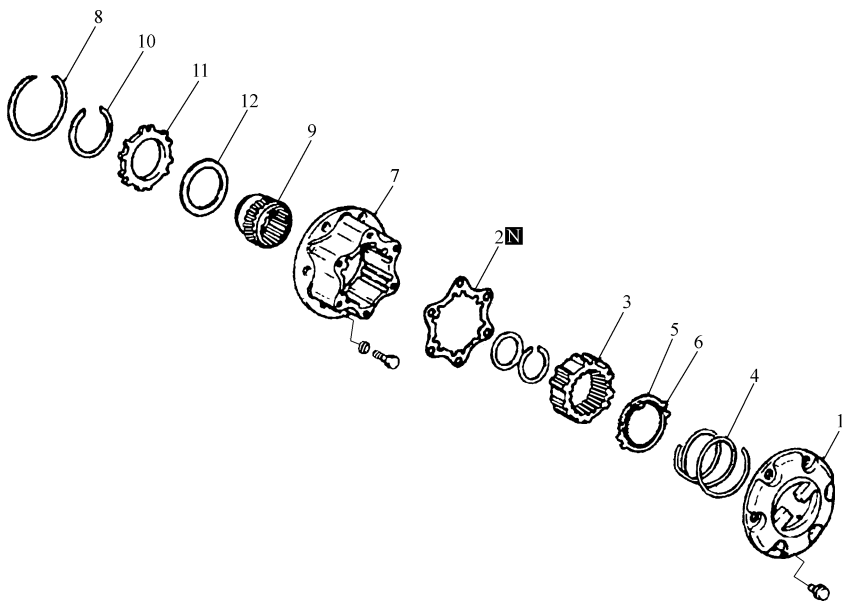

图 4-17 手动自由轮机构的分解
5) 手动自由轮机构的拆装。手动自由轮机构的分解如图 4-17 所示。